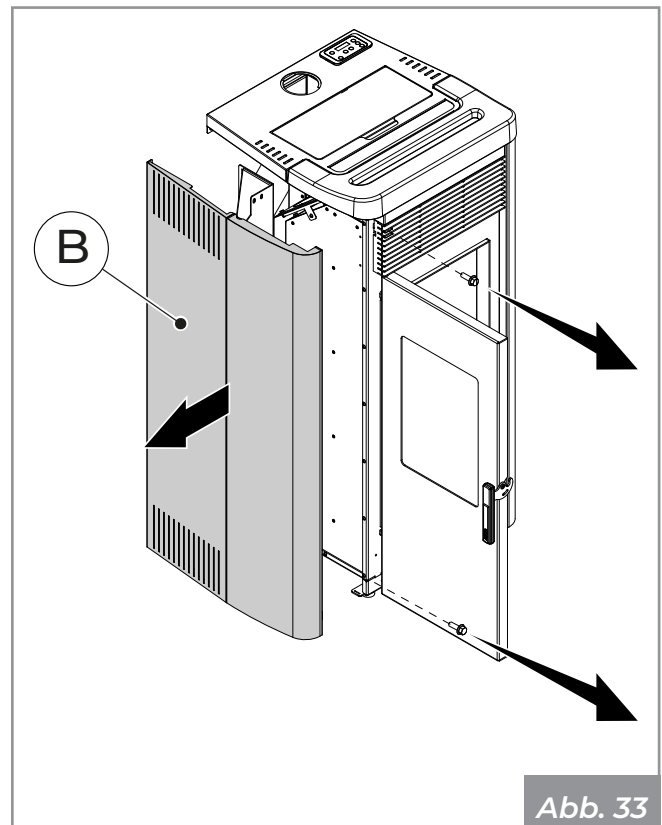

Abb. 33
- Öffnen Sie die Tür, entfernen Sie die vorderen Schrauben, welche die linke Seite sichern (**B**) und entfernen Sie diese (**Abb. 33**).